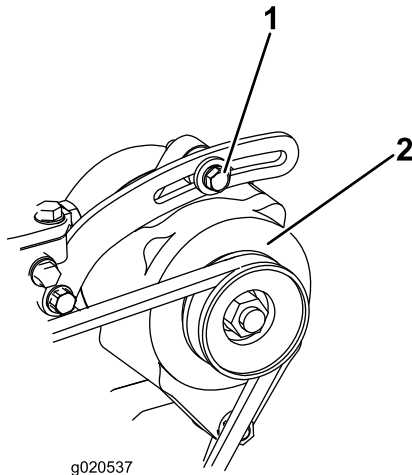

Bild 78
1. Lockern Sie die Befestigungsschrauben der Lichtmaschine (Bild 78).